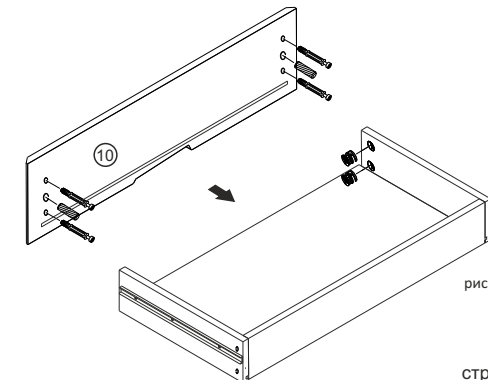

рис. 8
3. В фасад (дет. 10, 11) установить шкант (№ 3) и ввинтить дюбель стяжки эксцентриковой (№ 2). Соединить детали, как показано на рисунке. (рис. 8).